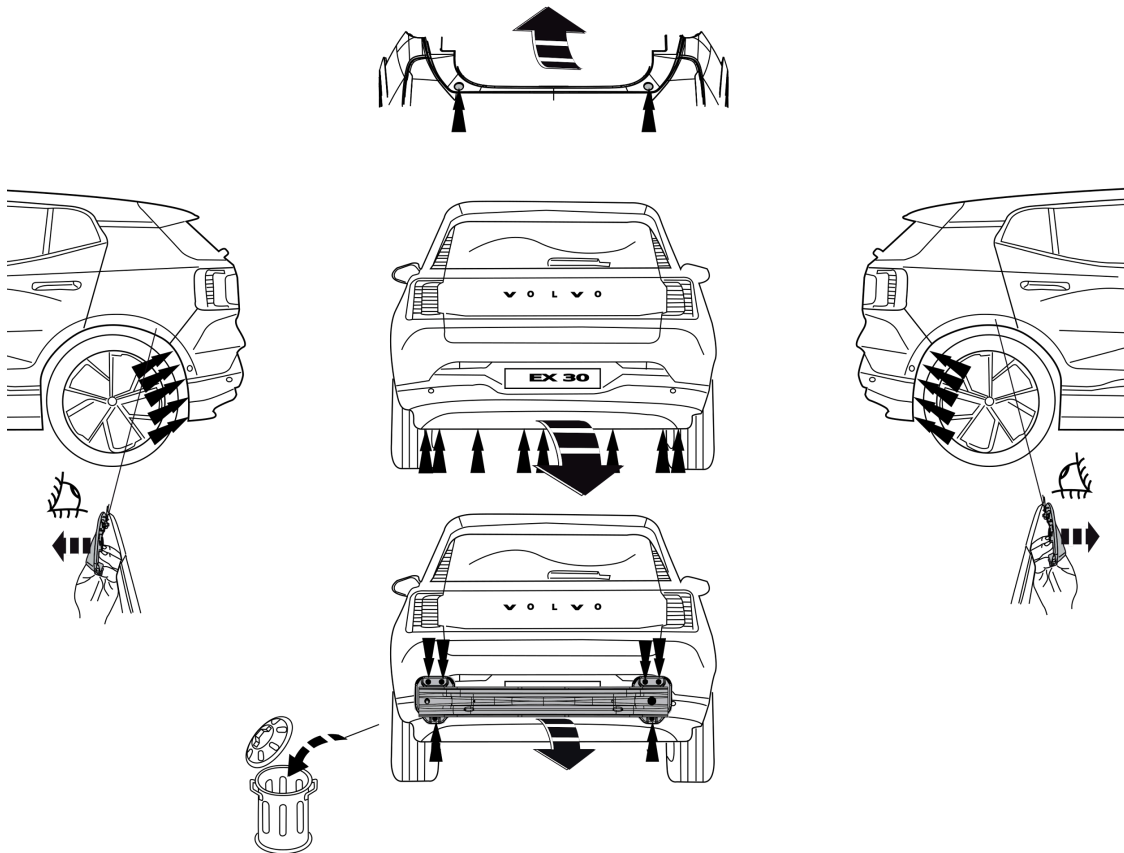

Fig. 1
1. Внимание! При необходимости: Снять оба блока задних фар.псм. рисунок 1 & 2.
2. Снять бампер вместе, включая кронштейн бампера и буферным брусом автомобиля. Буферный брус больше не понадобится. См. рисунок 1 & 2.